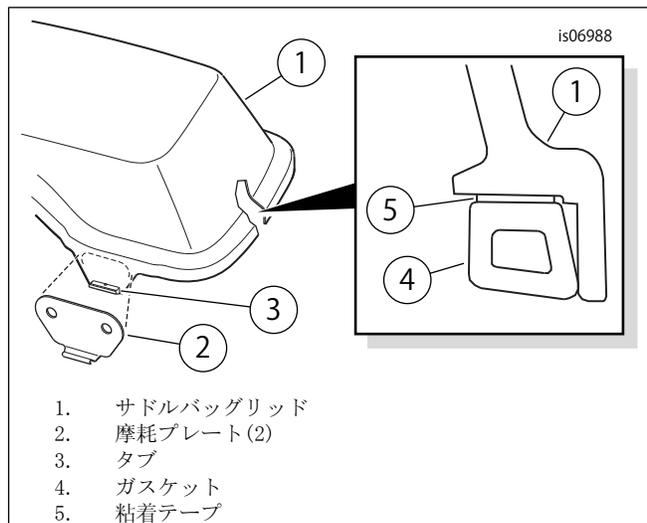

図2。摩耗プレートとガスケットのサドルバッグリッドの取り付け
2. 「図2」を参照してください。摩耗プレート(2)の1つの粘着テープからライナーを外します。摩耗プレートをサドルバッグリッド(1)に慎重に付け、タブ(3)上でセンタリグして、しっかりはめます。摩耗プレートに一定の圧力をかけたまま、約1分間押し続けます。2つ目の摩耗プレートを使ってリッドの反対側でも繰り返します。
- ・ ガスケットの高い端を「図2」のようにカバーの外端に向けて並べます。
4. 図のように、ガスケットがリッド(1)の内周部に押し込まれた状態で、サドルバッグリッドガスケット(4)の粘着テープ(「図2」、アイテム5)からライナーをゆっくりと外します。